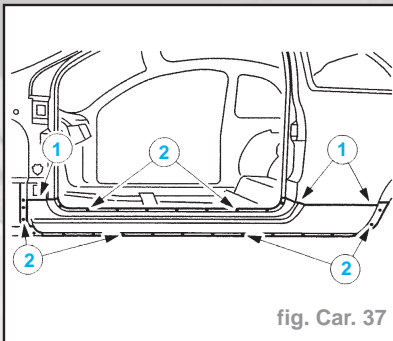

fig. Car. 37
- Déposer le bas de caisse (fig. Car. 37) :
- procéder à une découpe approximative du montant **A** et de la partie inférieure du panneau latéral (1).
- fraiser les points de soudure (2).